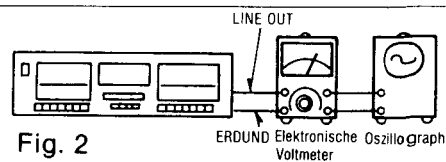

Fig. 2
1. Den Meßaufbau zeigt Fig. 2.
- Den Meßaufbau zeigt Fig. 2.